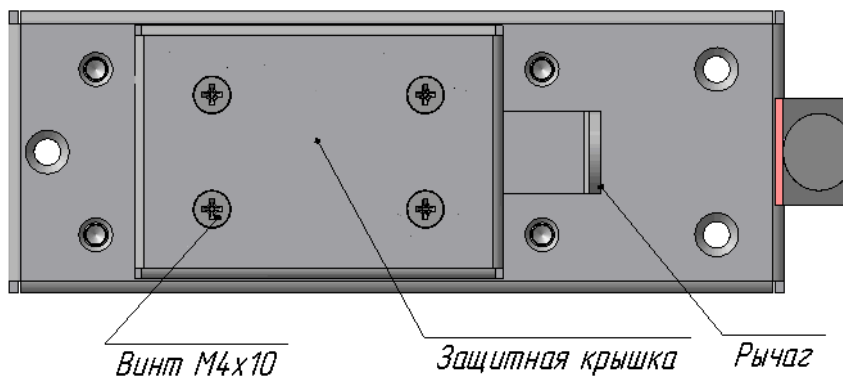

Рис. 1.
2. Откручиваем крестовой отверткой четыре винта М4х10 и снимаем защитную крышку с рычагом (рис. 1).
16. Помещаем на корпус замка защитную крышку с рычагом, совместив шпильку с отверстием в рычаге. Рычаг должен располагаться со стороны пальца защелки (рис. 1). Заворачиваем крестовой отверткой четыре крепежных винта М4х10.